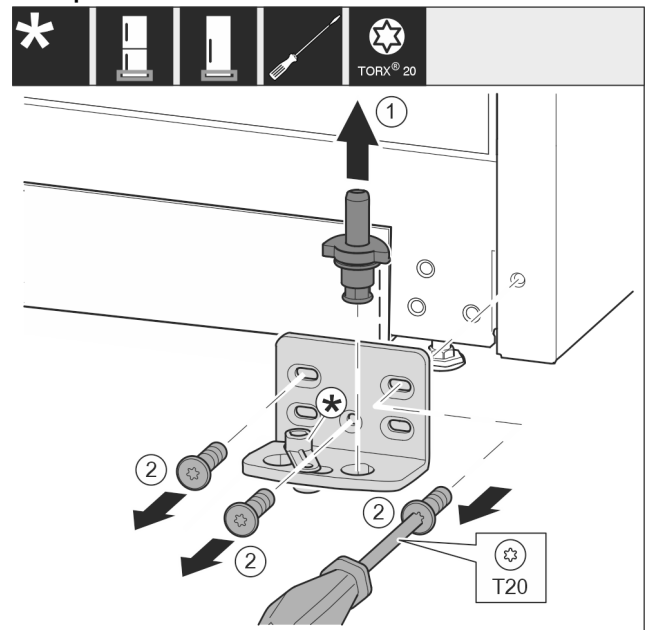

Fig. 10
- ▶ Visiškai ištraukite atraminius varžtus į viršų. Fig. 10 (1)
- ▶ Išsukite varžtus atsuktuvu T20 ir nuimkite atraminę gembę. Fig. 10 (2)